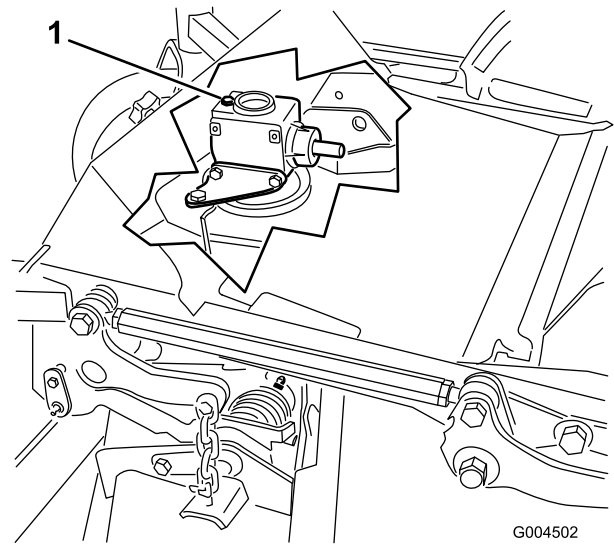

Figura 38
6. Retire la varilla/ tapón de llenado de la parte superior de la caja de engranajes (Figura 38) y asegúrese de que el lubricante está entre las marcas de la varilla.
6. Retire el tapón de llenado/varilla de la parte superior de la caja de engranajes (Figura 38).